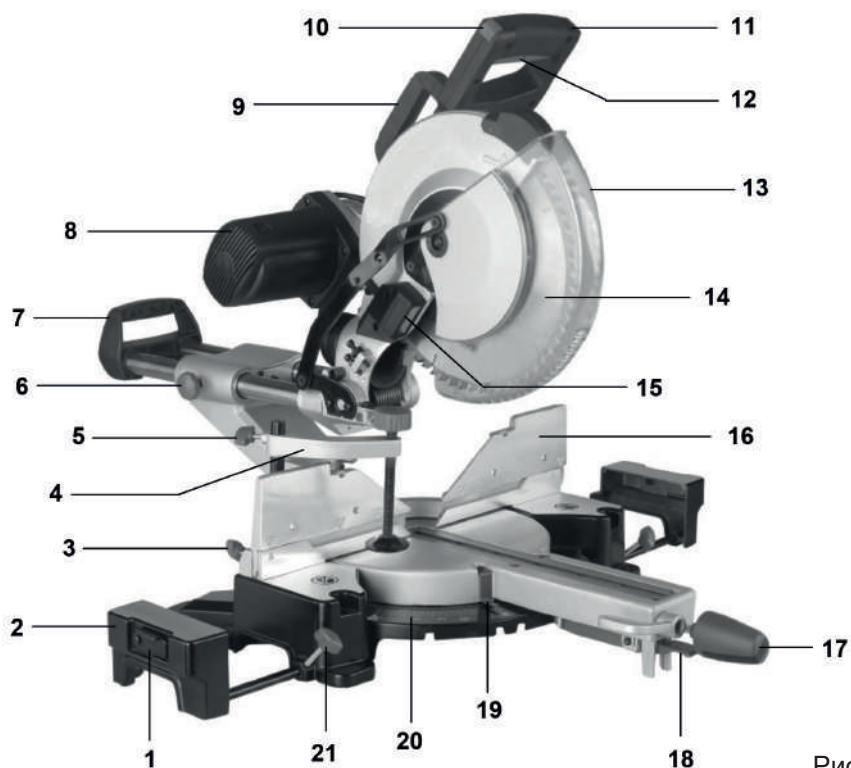
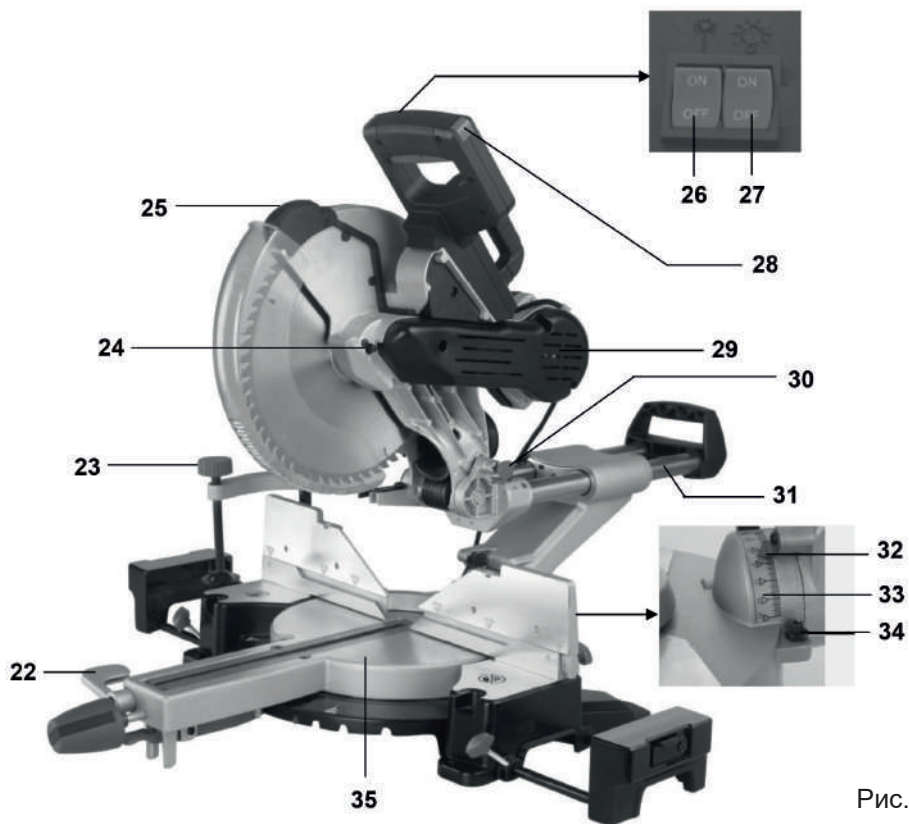

Рис. 1
Рис. 2
6.1. Сборка (рис. 1)
6.2. Приведение пилы в верхнее положение (рис. 1,2)
6.3. Транспортировка (рис. 1,2)
6.5. Установка поворотного стола в положение 0° (рис.1,2)
Пила оснащена пильным диском (4) (305x2,8x30мм) (рис. 1).
Нажмите и удерживайте кнопку блокировки шпинделя (24) (рис. 2), проворачивая пильный диск (14) зафиксируйте его.
Лазер (25) (рис. 2) легко включать и выключать: для этого нажимайте на выключатель (26) (рис. 2), расположенный на рукоятке пилы. Перед первым использованием лазерный метчик необходимо проверить и по необходимости настроить.
Подсветку рабочей зоны (15) (рис. 1) легко включать и выключать: для этого нажимайте на выключатель (27) (рис. 2), расположенный на рукоятке пилы.
Ослабьте винт фиксации (6) (рис. 1) и переведите пилу в заднее положение. Рычагом (22) разблокируйте поворот диска. Для регулировки положения 90° установите упор (45) в вертикальное положение. Вращением болта (44) установите пильный диск 14 (рис. 1) по угольнику (43) (не комплектуется) относительно поворотного стола (35).
Рычагом (22) разблокируйте поворот диска. Для регулировки положения 45° установите пильный диск 14 (рис. 1) по угольнику (не комплектуется) относительно стола на угол 45°. Вращая винт (46) отрегулируйте положение 45°.